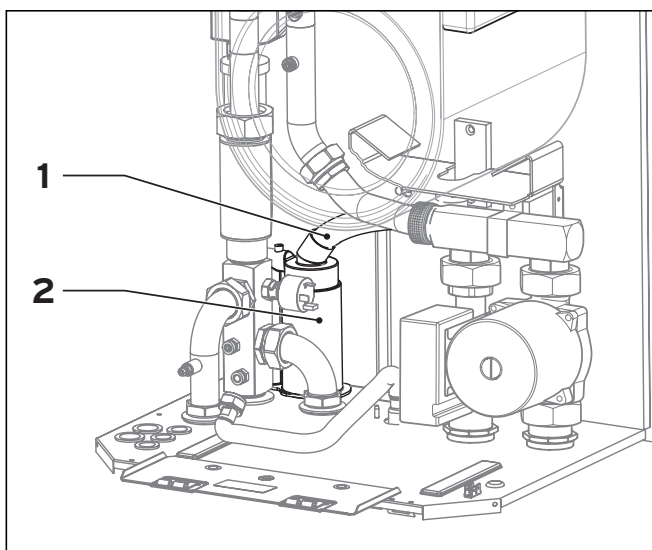

Fig. 7.5 Pulizia dei condotti per la condensa (1)
Quando si pulisce lo scambiatore primario, pulire anche il condotto per la condensa e il sifone, vedi cap. 7.2.3. Per risciacquare lo scambiatore è possibile impiegare anche l'angolare di collegamento e il tubo ondulato. Staccarli dal sifone (2, fig. 7.5) e lasciare la clip e l'angolare di collegamento sullo scambiatore primario.
Per pulire i condotti per la condensa è possibile smontare il flessibile per la condensa dallo scambiatore termico primario (1, fig. 7.5) e il sifone completo per la condensa (2). In seguito è possibile pulirli entrambi da disassemblati.